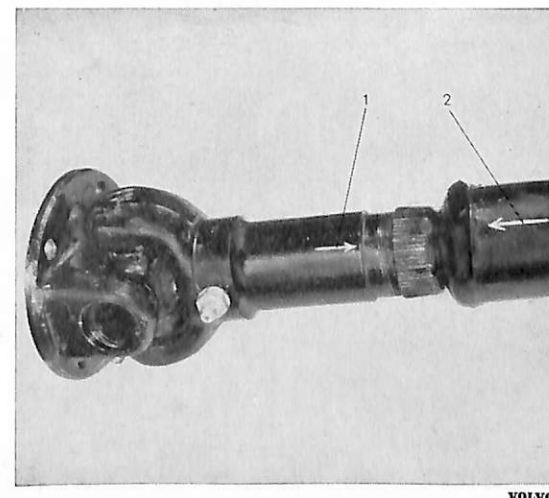

Bild 13. Hopsättning av kardanknut.
Vid **montering** tillses att balanspilarna, bild 13, kommer mitt för varandra samt att endast oskadade lasbleck användes för muttrarna. Medbringarna hopkopplas så att de inslagna märkena överensstämmer.
Obs! Då bakre kardanaxelns främre knut skjutes på, måste tillses att den på knuten instansade pilen (1, bild 13) kommer mitt för pilen (2) på axeln. I annat fall uppstår vibrationer då kardanaxeln roterar.